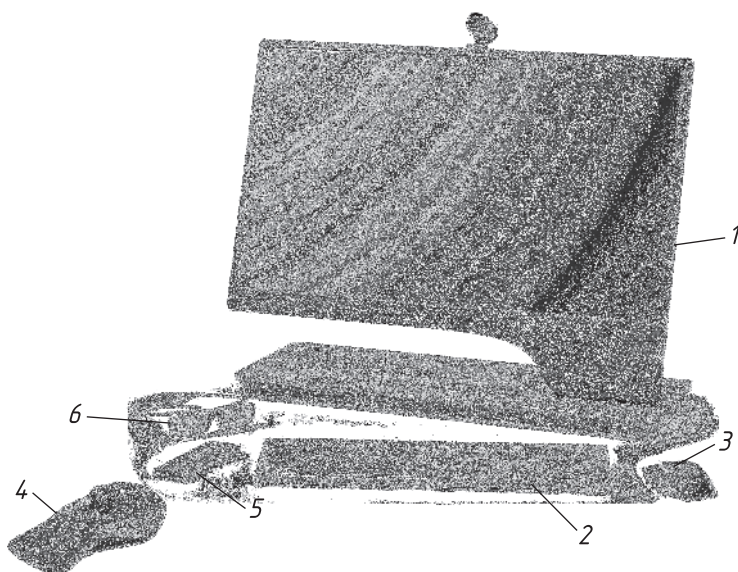

Рис. 17. Современное рабочее место конструктора:
1.5. Применение ЭВМ для выполнения чертежей. Работа конструктора над чертежом весьма трудоёмка. Поэтому в последнее время на смену чертёжной доске приходит дисплей компьютера (рис. 17). Конструктор с помощью какой-либо графической системы выполняет чертёж, электронная версия которого хранится в памяти компьютера или на съёмном носителе. При необходимости можно получить чертёж на бумаге. Распечатывают чертежи с помощью принтера или графопостроителя.